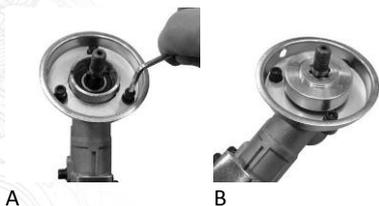

Рис.5 Установка ножа для травы
Установите на редуктор защитную чашку (А) Рис.5. Установите на редуктор защитную шайбу (В). При установке посадочное отверстие в ноже должно точно совпасть с выступом на шайбе (С). Установите прижимную шайбу ножа и закрутите гайку крепления ножа (левая резьба) (D).